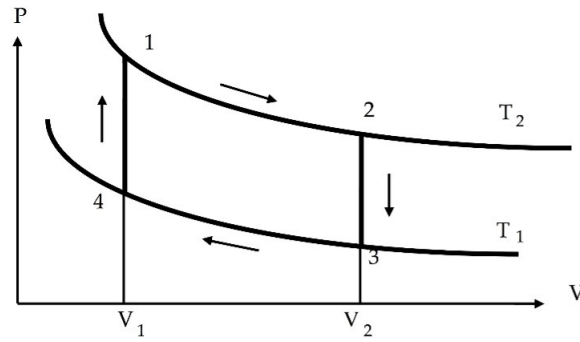
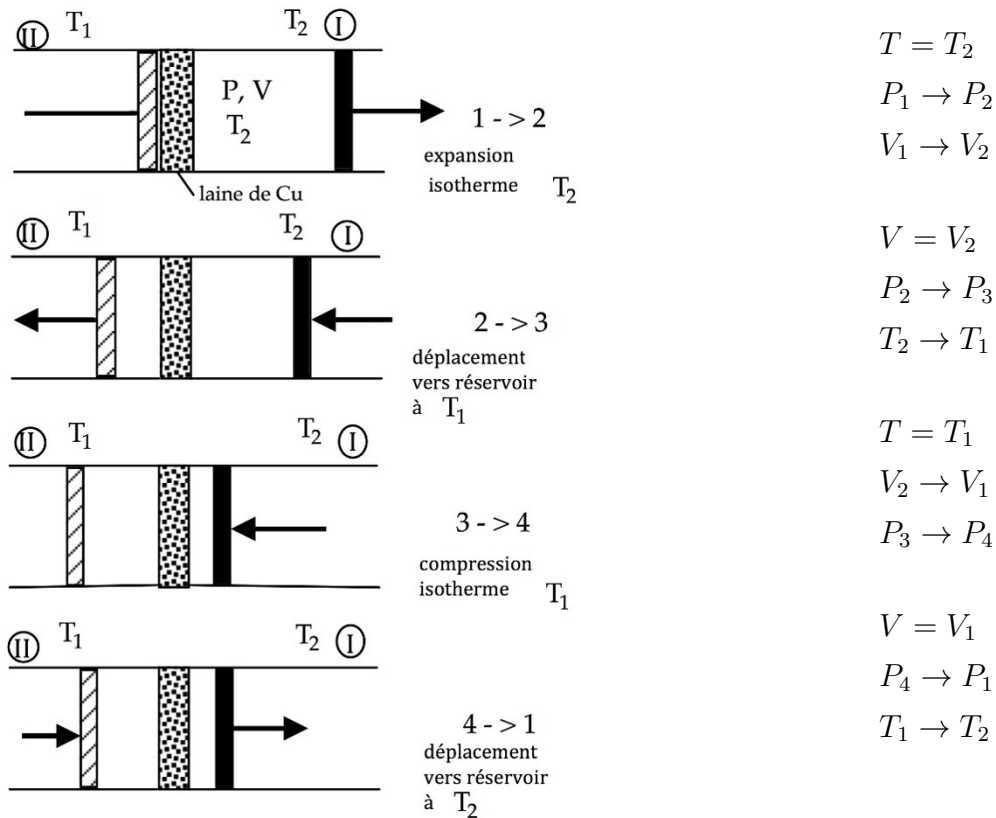

FIGURE 2 – Cycle de Stirling.
FIGURE 3 – $T_2 > T_1$ pour le cycle de Stirling.
Le moteur thermique fonctionne sur un cycle thermodynamique. Le cycle de Carnot est représenté dans le diagramme PV par deux isothermes et deux adiabatiques. Le cycle de Stirling est différent en ce sens qu'il est représenté par deux isothermes et deux isochores (voir Fig.2 et Fig.3).
1. Calculer le rendement théorique du cycle de Stirling fonctionnant en mode moteur (voir diagramme PV en Fig.2). Proposer pour ce faire une évaluation de la température de la source chaude.